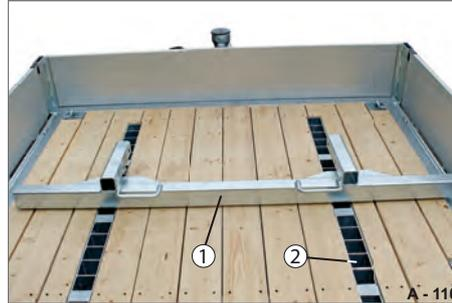

Abb. 165 Sicherungsschiene versetzen
- ▶ Sicherungsschiene (Abb. 165/1) in das benötigte Verstellraster (Abb. 165/2) einstecken.